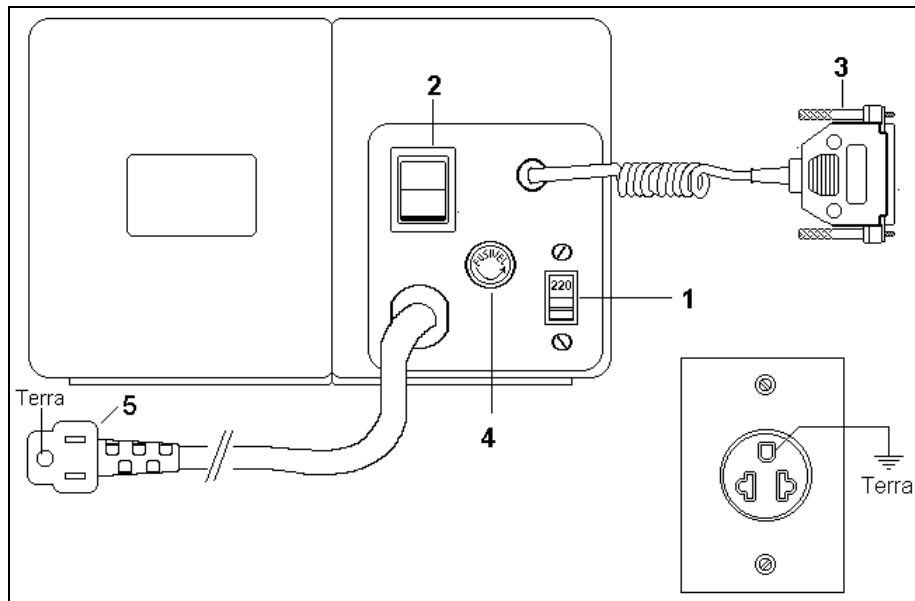

FIGURA 1
Verifique se a tensão de alimentação da impressora é compatível com a que será utilizada. Todos os equipamentos saem de fábrica para serem utilizados com a tensão de 220 VAC 60Hz - 15 % / + 10%. A alteração para 110 VAC é efetuada comutando-se a chave 110/220, situada na parte de trás do equipamento (figura 1 item 1). Caso seja necessário alterar a voltagem proceda também a troca do fusível (figura 1 item 4). No caso de reposição proceda conforme segue:
OBS.: Observe que a tomada para ligar a impressora deve ser de três pinos, onde o pino central deve ser ligado a terra (figura 1 item 5).
A chave liga/desliga está situada na parte de traseira do equipamento (figura 1 item 2). Ao ser acionada, e estando o equipamento com rolo de etiquetas, o mesmo fará o posicionamento da etiqueta. Para tanto, duas etiquetas em branco serão emitidas.